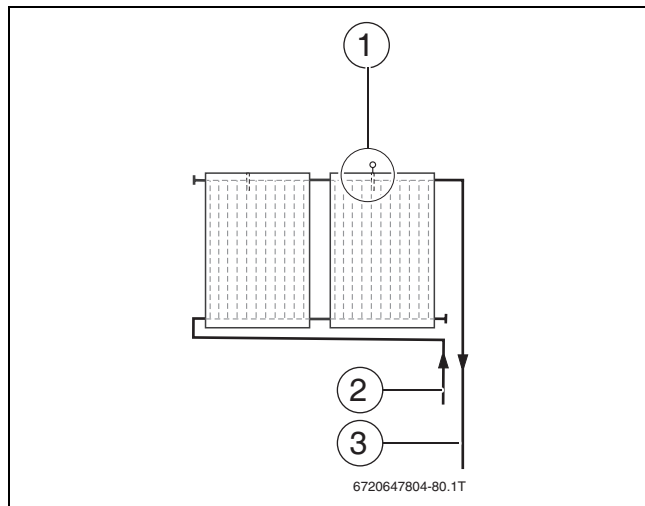

Bild 65 Position des Kollektorfühlers
- ▶ Kollektorfühler in den Kollektor mit dem angeschlossenen Vorlauf montieren (→ Bild 65).